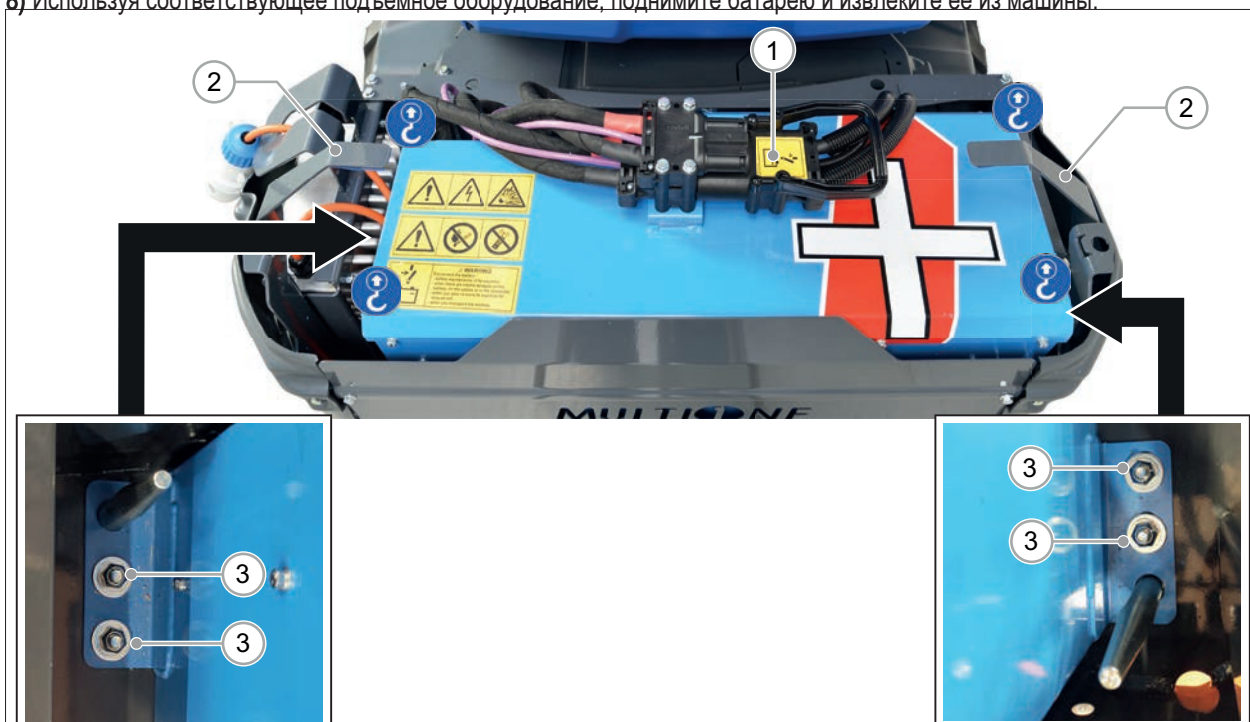

РИС. 45
- 4) Отсоедините контрольные кабели (РИС. 45 - Сс. 1).
- 5) Удалите блокирующие скобы (РИС. 45 - Сс. 2) задней крышки, открутив крепящие их винты.
- 6) Выкрутите 4 болта (РИС. 45 - Сс. 3), крепящие батарею к раме.